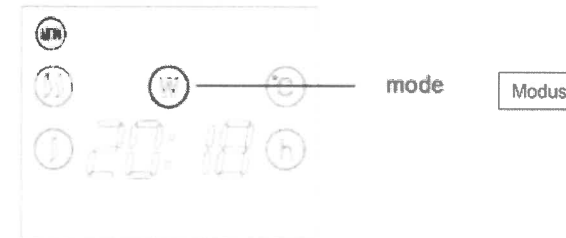

Abb. 8
Das Display zeigt das Symbol , wie in Abb.8 ersichtlich.
- Betätigen Sie die „MODE“ Taste, um das Wochenprogramm einzustellen (Abb.8 + 9). Sie können folgende Zyklen wählen. Zum Beispiel: